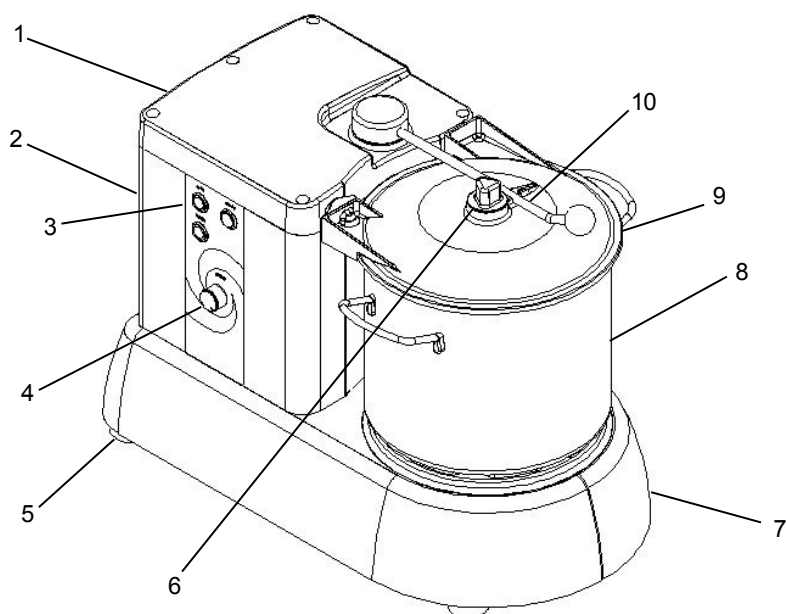

Рис.1
- микровыключатель, прекращающий работу машины в случае снятия крышки (см. Рис.1), и препятствующий включению до тех пор, пока крышка не будет
2. Убедитесь в том, что при повороте рычага блокировки чаши (поз. 10 - Рис.1) против часовой стрелки машина прекращает работу.
Выполните следующую процедуру (Рис.1):